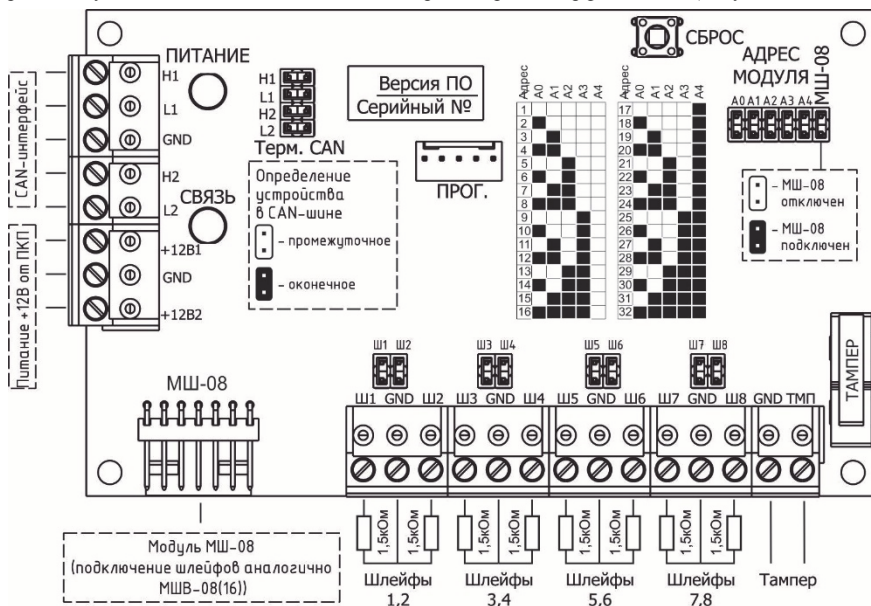

Рисунок 1 - Внешний вид платы МШВ-08(16) и схема подключений
Плата МШВ-08(16) (см. Рисунок 1) установлена внутри корпуса модуля и предназначена для реализации основных функциональных возможностей модуля.
- разъём системного программирования микроконтроллера (Рисунок 1 и Таблица 2);
- разъём (клемная колодка) подключения внешнего тампера (Рисунок 1 и Таблица 2);
- разъёмы (клеммные колодки) для подключения 8-и ШС (Рисунок 1 и Таблица 2);
- разъём подключения расширительного модуля МШ-08 (Рисунок 1 и Таблица 2);
- разъём для подключения источника питания 12 В (первого и второго каналов питания) - (Рисунок 1 и Таблица 2);
- два разъёма для подключения линий интерфейса CAN (первого и второго каналов) - (Рисунок 1 и Таблица 2);
- перемычки установки CAN-адреса (установка адреса) и номеров шлейфов модуля - (Рисунок 1, Таблицы 3, 4);
- перемычки установки подключения оконечных резисторов интерфейса CAN (Рисунок 1 и Таблица 3);
- кнопка переинициализации модуля «СБРОС» (Рисунок 1);
- детектор вскрытия корпуса «Тампер» (Рисунок 1).
Все входные и выходные цепи подключаются к модулю в соответствии со схемой подключения (Рисунок 1) с помощью клеммных колодок, расположенных на плате МШВ-08(16).